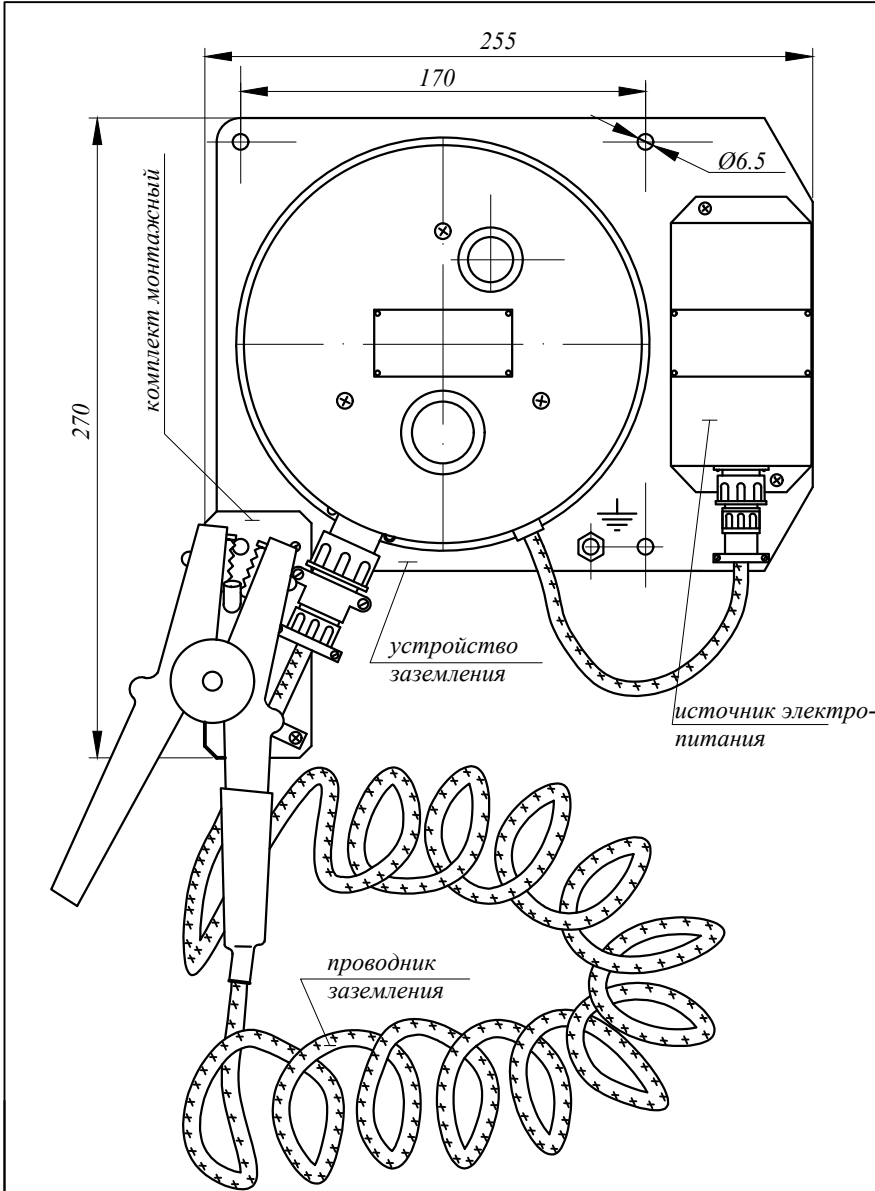

Рис. 2
8.1 Устройство заземления устанавливается рядом с устройством налива (слива), желательно с левой стороны по ходу движения автоцистерны, на высоте 1,5 – 1,7м от земли. Проводник заземления, со стороны устройства заземления, должен быть жестко закреплен к элементам крепления устройства заземления, свернут в кольцо диаметром не менее 1м. и надет на крюк (см. рис.2).